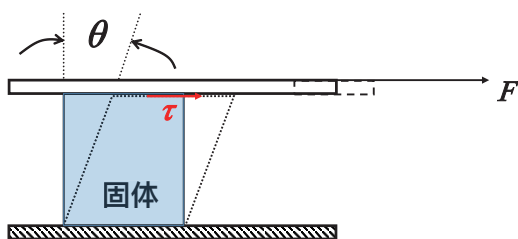

图 2.2: 固体所受剪力
- 如图2.2所示，固体能够靠产生一定的剪切角变形量  $\theta$  来抵抗剪切应力  $\tau$ 。